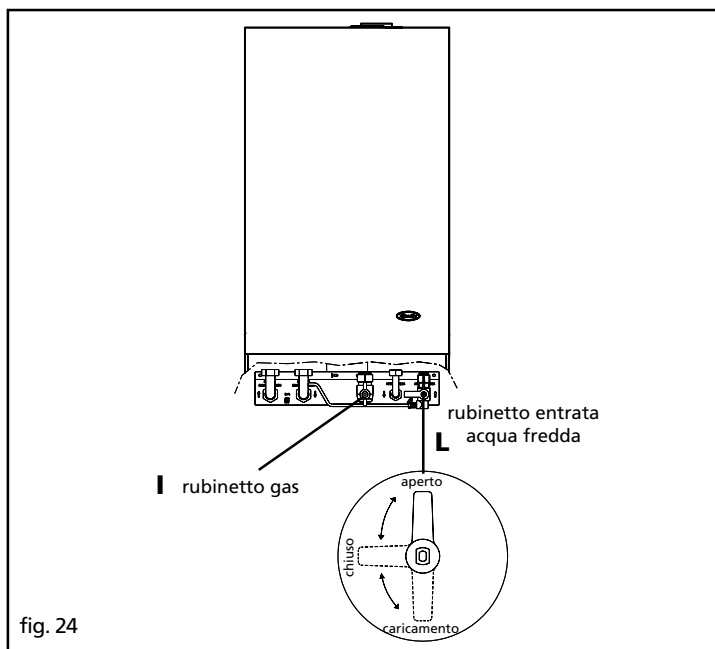

fig. 24
- Aprire il rubinetto del gas **(I)**, posto sotto la caldaia (fig. 24), ruotandone la manopola gialla in senso antiorario
Per attivare il funzionamento è necessario che il rubinetto di entrata acqua fredda **(L)** (fig. 24) sia in posizione aperto, che il termostato ambiente (se installato) sia acceso e regolato ad una temperatura superiore a quella del locale dove è installato per consentire alla caldaia di avviarsi.
Per riattivare il funzionamento, portare la leva del rubinetto di entrata acqua fredda **(L)** sulla posizione "caricamento" (fig. 24) fino a che entrambi i led si spengono.